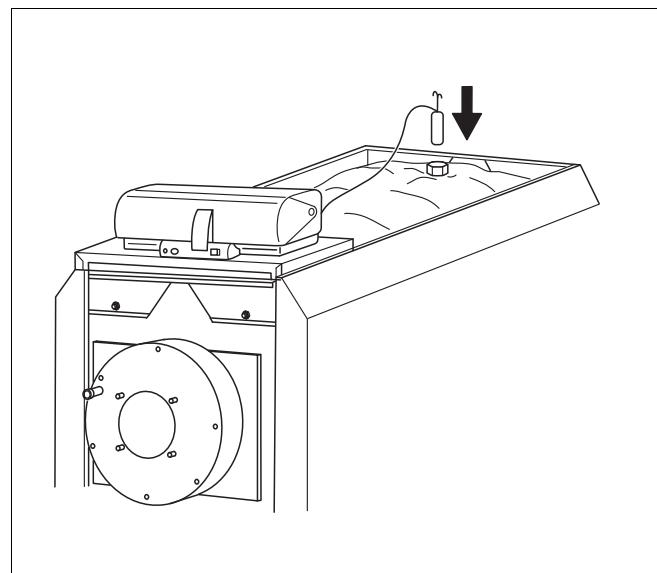

Рис. 19 Прокладка датчиков к погружной гильзе
- Проложите капиллярные трубы с датчиком к погружной гильзе (рис. 19).
- Вставьте температурные датчики до упора в погружную гильзу (место измерения M, см. стр. 7 на рис. 1) (рис. 19).